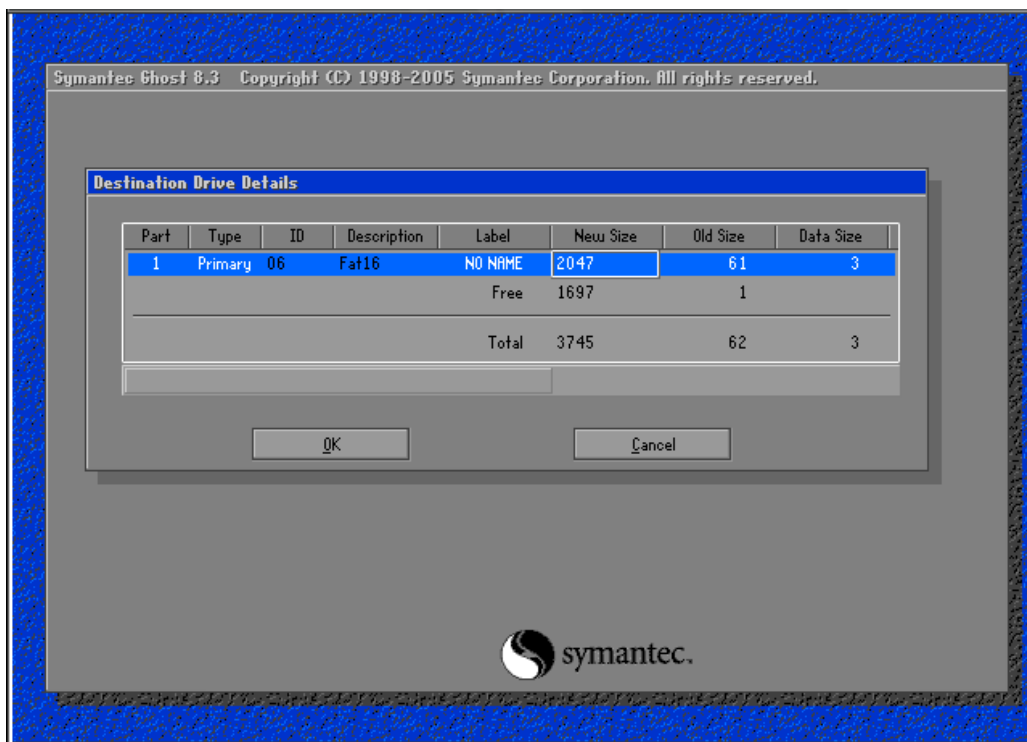

图 2-9 DOM 盘详细信息
9) 选取 DOM 盘项后，点击“OK”出现如下图 2-9 所示 DOM 盘详细信息对话框。